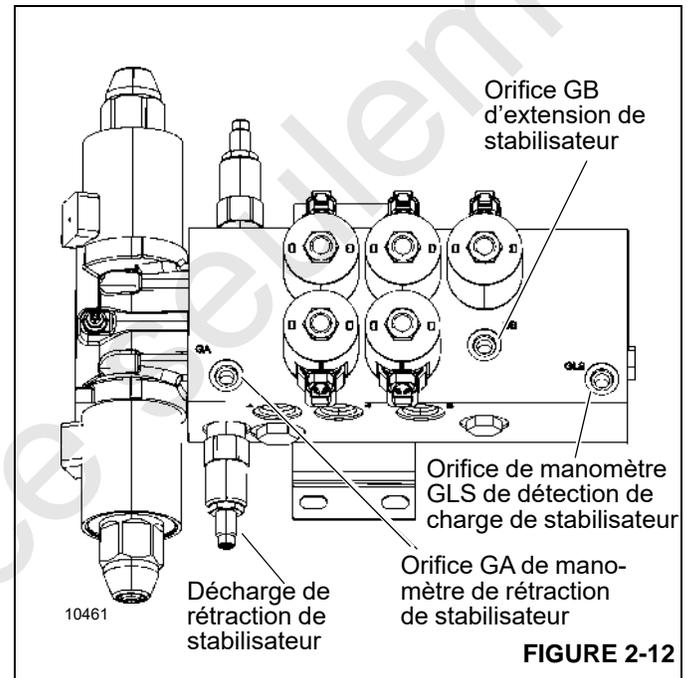

FIGURE 2-12
1. Installer un manomètre de 345 bar (5000 psi) minimum dans l'orifice de manomètre GB du répartiteur de stabilisateurs avant. Voir Figure 2-12.
Le circuit de rétraction de stabilisateur comprend un seul clapet de décharge dans la vanne de stabilisateur avant avec un réglage comme illustré à la Figure 2-12 et indiqué dans le Tableau 2-3.